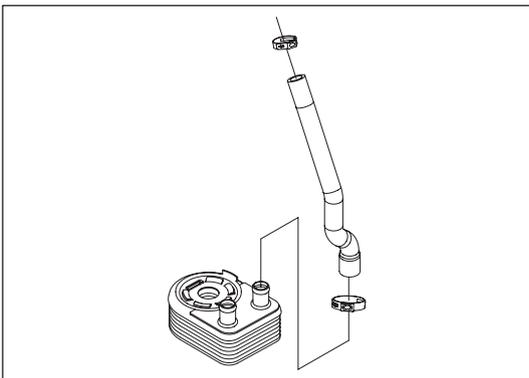

Рис. 10-3-4. Отводящий шланг ОЖ масляного радиатора
- в) Ослабить два хомута и снять отводящий шланг охлаждающей жидкости масляного радиатора, как изображено на рис.10-3-4.
- (3) Закрепить оба конца отводящего шланга на масляном радиаторе и прогреть компоненты отводящей трубки охлаждающей жидкости. Закрепить оба конца отводящего шланга масляного радиатора двумя червячными хомутами, как изображено на рис. 10-3-4.
- (4) Хомуты подводящего и отводящего шлангов масляного радиатора должны оставаться на шлангах в зажатом состоянии. Для обеспечения надежности крепления хомуты устанавливаются на $1/3$ длины прямого отрезка подводящей трубки.